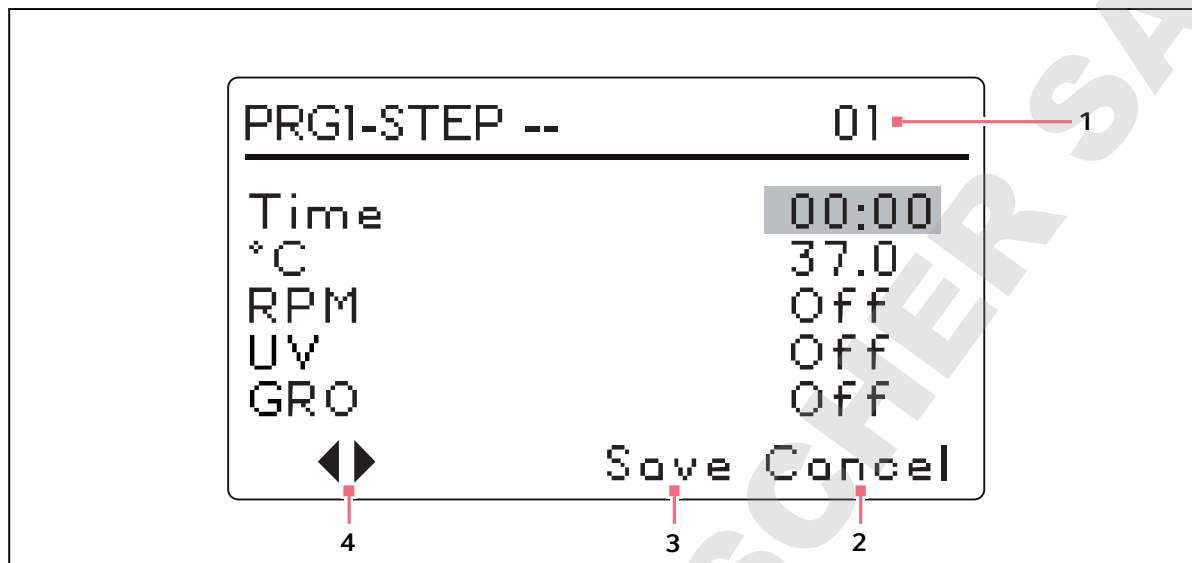

Fig. 5-12: Program 1, Step 1
2. Tourner le bouton de commande jusqu'à ce que le champ indique **Nouveau**. Appuyer sur le bouton de commande pour sélectionner ce mode. L'écran du programme 1 - étape 1 s'ouvre(voir Fig. 5-12 à la page 56):